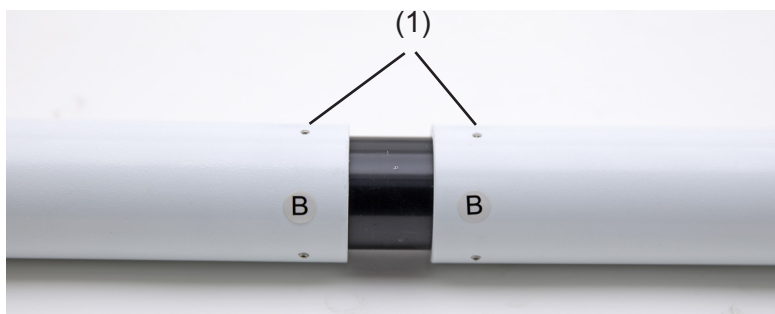

Fig. 6
2.6 Inserte la segunda parte del tubo de extensión (fig. 6)
2.7 Inserte el segundo tubo de extensión en la posición correcta utilizando la llave allen suministrada (pequeña) para bloquear los tornillos de fijación (1) y asegurarse que el tubo de extensión quede bien fijado (fig.6)